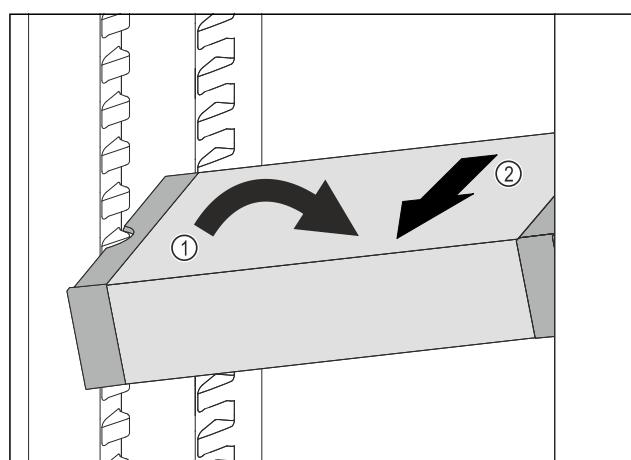

Fig. 97
- Poziționați oblic VarioSafe în frigider. Fig. 97 (1)
- Extrageți VarioSafe spre înapoie. Fig. 97 (2)